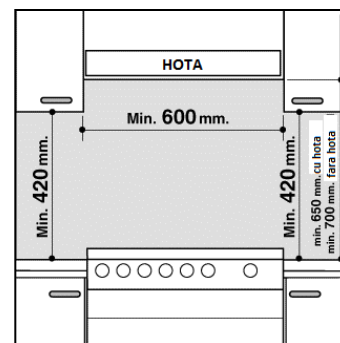

Fig.4
- ◆ Dulapurile aflate în imediata vecinătate a coșului de ventilație trebuie amplasate la o înălțime de cel puțin 420 mm de la suprafața de lucru (fig. 4).
- ◆ În timpul instalării aragazului sub un dulap suspendat înălțimea de deasupra arzătoarelor trebuie să fie de cel puțin 600 mm (fig. 4).